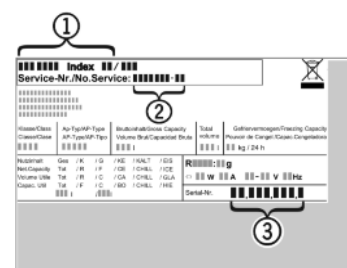

Fig. 15
- ▶ Odczytać z tabliczki znamionowej oznaczenie urządzenia Fig. 15 (1), nr serwisowy Fig. 15 (2) oraz numer seryjny Fig. 15 (3). Tabliczka znamionowa znajduje się po lewej stronie wewnątrz urządzenia.
- ▶ Poinformować serwis i podać opis zakłócenia, oznaczenie urządzenia Fig. 15 (1), nr serwisowy Fig. 15 (2) oraz numer seryjny Fig. 15 (3).